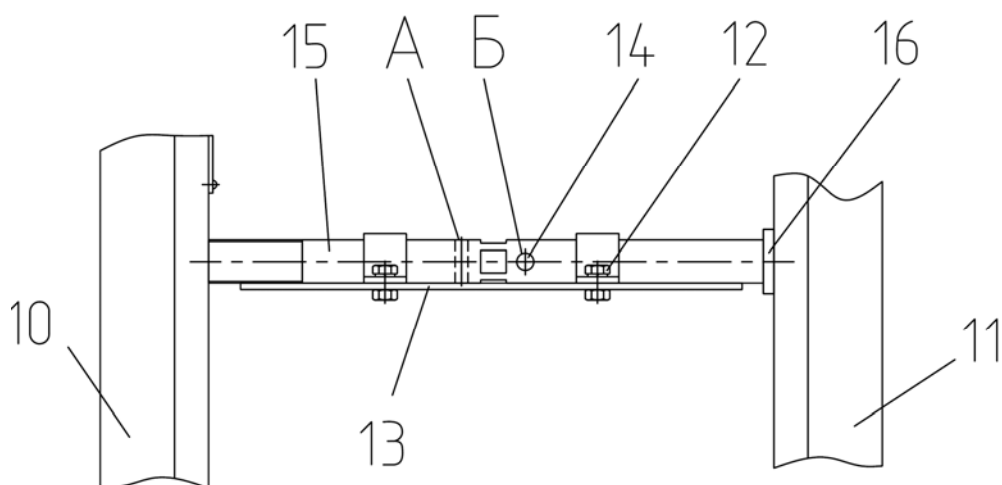

Рисунок 8.24
7) выбейте штифт (14) (**рисунок 8.24**), вверните стяжку (15) в левую направляющую (10) и, вытащив втулку (16), снимите стяжку (15) через отверстие в правой направляющей (11), предварительно вывернув её из левой направляющей;
8) выверните болты (16) (**рисунки 8.21, 8.22**) и, отвернув гайки (17) со шпилек (18), (19), (20), снимите направляющие.
2) при установке стяжки (15) (**рисунок 8.24**), вверните её в левую направляющую (10), и установив втулку (16), выверните до упора, буртом во втулку;
3) после установки щитка (13), для предотвращения вращения стяжки (15), установите в одно из отверстий (А или Б) штифт (14) так, чтобы он выступал симметрично относительно тела стяжки.